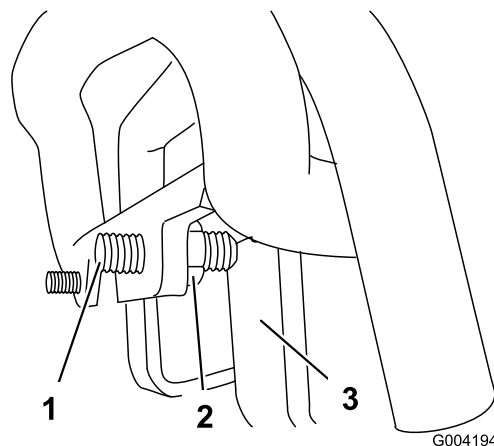

Figura 54
3. Si la unidad de tracción se desvía a la **izquierda**, afloje la contratuercas de la **derecha** y ajuste el tornillo de fijación de desplazamiento en la parte delantera del control de tracción (Figura 54).
4. Si la unidad de tracción se desvía a la **derecha**, afloje la contratuercas de la **izquierda** y ajuste el tornillo de fijación de desplazamiento en la parte delantera del control de tracción (Figura 54).